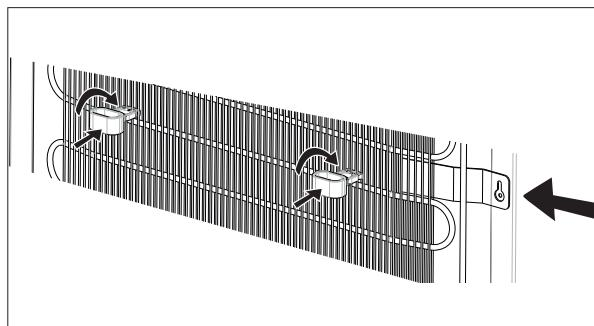

Fig. 21
- ▶ Monte ambos distanciadores (17) a la altura de la chapa superior de fijación (véase la flecha a la derecha en la fig. 21) en las aletas de refrigeración de la parte trasera.
- ▶ Encaje cada distanciador (17) en posición vertical entre dos aletas de refrigeración hasta el hueco marcado con la T y gírelos 90° para dejarlos en posición horizontal, como se muestra en la fig 21. De este modo se evita el contacto directo del condensador con la pared.
- ▶ Nivele el aparato y compense las irregularidades del suelo girando como convenga las patas del aparato (6).